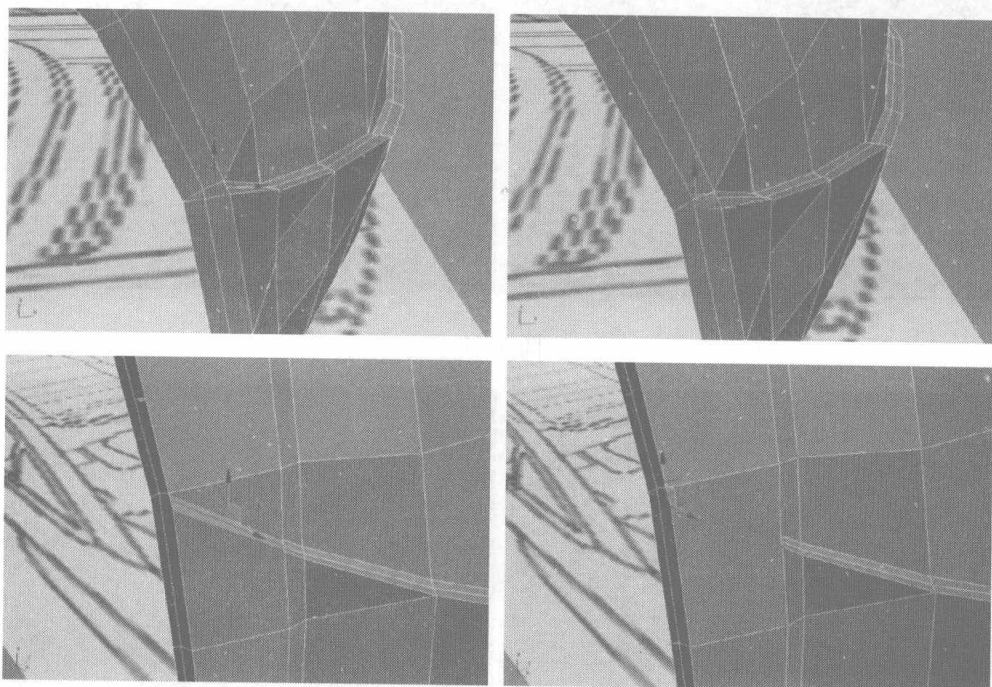

图 7.78
- 36** 选择图 7.78 中的曲线和节点，单击右键，在弹出的快捷菜单中选择 Remove 命令，移除多余的曲线和节点。